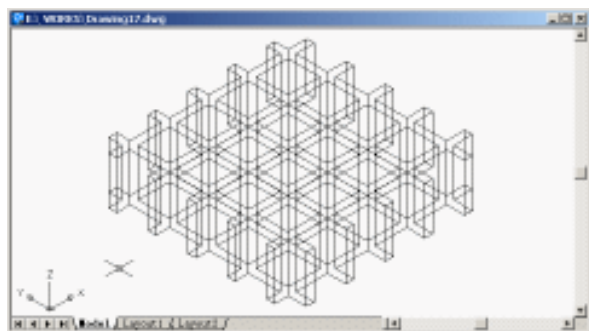

图 17.14 转换视图
(9) 选择【View】|【3D views】|【SW isometric】命令，转换视图，如图 17.14 所示。